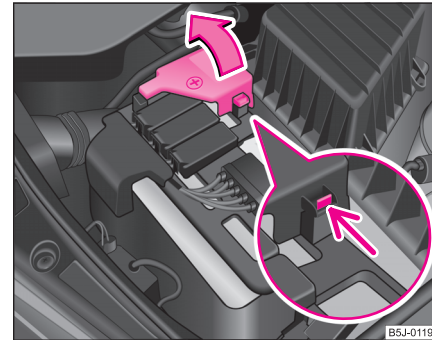

Abb. 168 Batterie:
- Klappen Sie die Pluspol-Abdeckung (+) auf ⇒ Abb. 168. ▶